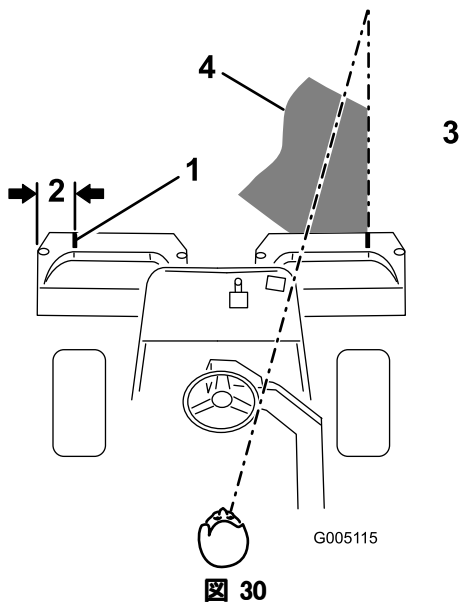
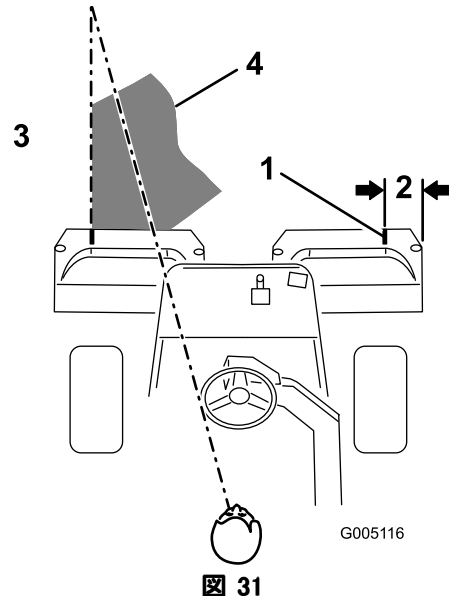

図 30
図 31
- その位置に白色テープか白ペンキで集草箱の縁と平行に目印を入れる（図 30）。
- 行きと帰りでのオーバーラップができるだけ小さくなるように運転します。グリーン内をぶれずにきれいに直進し、刈り込みの済んだ列との距離を一定に保って走るためには、車体前方 1.8 から 3 m のところに視線を置いて、刈り込み済みの済んでいる列にラインを合わせるようにするのがコツです(図 30および図 31)。ハンドルを目印にして距離を合わせても良いでしょう。その場合、ハンドルの縁と本機前方の目標ラインとを重ねて見ながら運転します(図 30と図 31)。